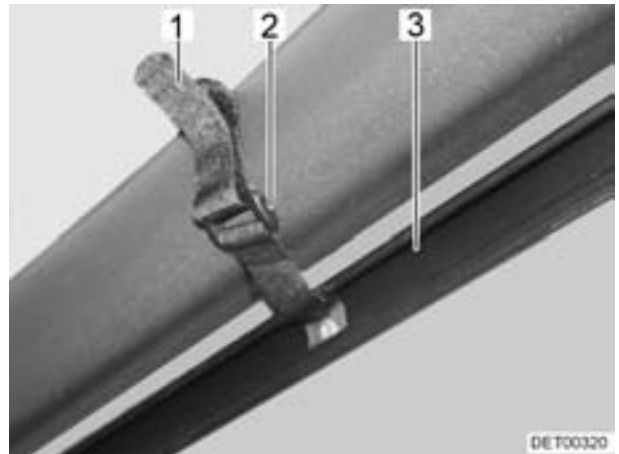

Bild 45 Faltverdunklung für die Frontscheibe (Variante 2)
- Die Faltverdunklung für die Frontscheibe (Bild 45,3) ganz nach oben ziehen.
- Das Klettband (Bild 45,1) durch den Bügel (Bild 45,2) ziehen und anheften.
- Den Klettverschluss der Faltverdunklung für die Frontscheibe (Bild 45,1) lösen.
- Die Faltverdunklung für die Frontscheibe (Bild 45,3) nach unten schieben.